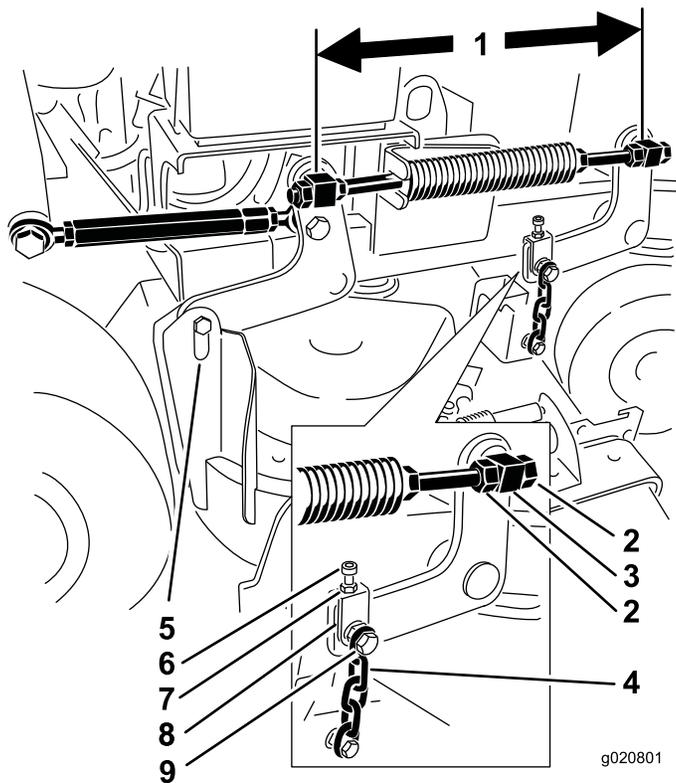

図 81
1. 各ねじ棒において、スイベル間の距離スイベルの中心から中心までの長さを測定する。 図 81
2. **前側**のスイベルのジャムナットをゆるめる 図 81。
4. 前側のスィベルのジャムナットを締め付ける 図 81。
4. 左側および右側において、前側のスィベルのジャムナットをゆるめる 図 81。
6. 左側および右側において、前側のスィベルのジャムナットを締め付ける 図 81。
4. 左側において、前側のスィベルのジャムナットをゆるめる 図 81。
6. 左側において、前側のスィベルのジャムナットを締め付ける 図 81。
5. 上チェーンボルトをゆるめる 図 81。
6. 各ヨークのジャムナットをゆるめる 図 81。
8. 調整ができればジャムナットと上チェーンボルトを締める 図 81。